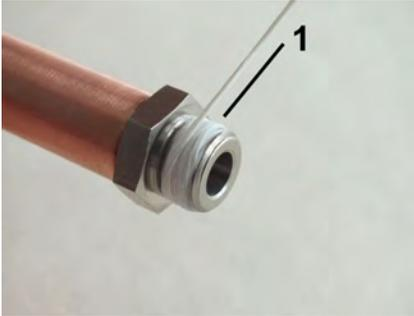

Abb. 9: Dichtfaden aufbringen
2. ➔ Dichtfaden (Abb. 9/1) in Gewindevorrichtung auf das aufgeraute Gewinde aufbringen, dabei Mengangaben des Dichtmittel-Herstellers beachten